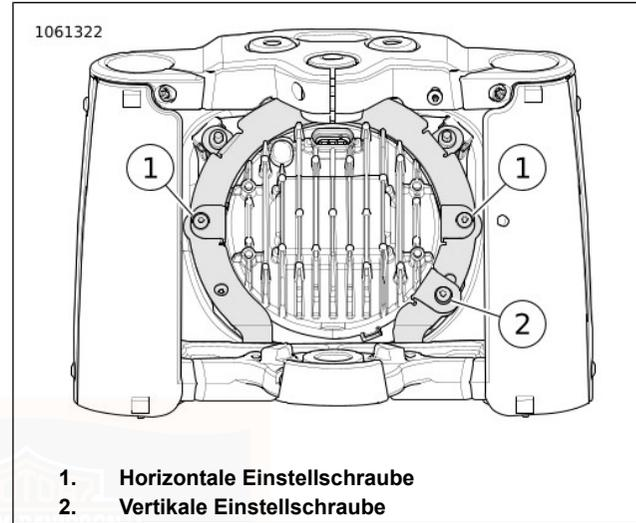

Abbildung 74. Scheinwerfereinstellung
1. Siehe Abbildung 74. Die horizontale Einstellschraube (1) drehen. Den Scheinwerfer horizontal ausrichten, bis der Lichtstrahl gerade nach vorne zeigt.
2. Die vertikale Einstellschraube (2) drehen. Den Scheinwerfer vertikal so weit neigen, bis der Strahl auf der Mitte der horizontalen Linie liegt.